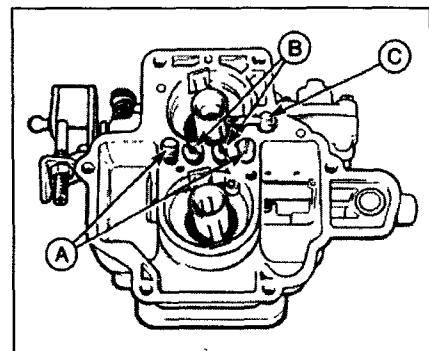

Рис. 3.16 Расположение жиклеров
- 16 Снимите два узла жиклеров холостого хода, главные топливные жиклеры, главные воздушные жиклеры и эмульсионные трубы из корпуса карбюратора (рис. 3.16).